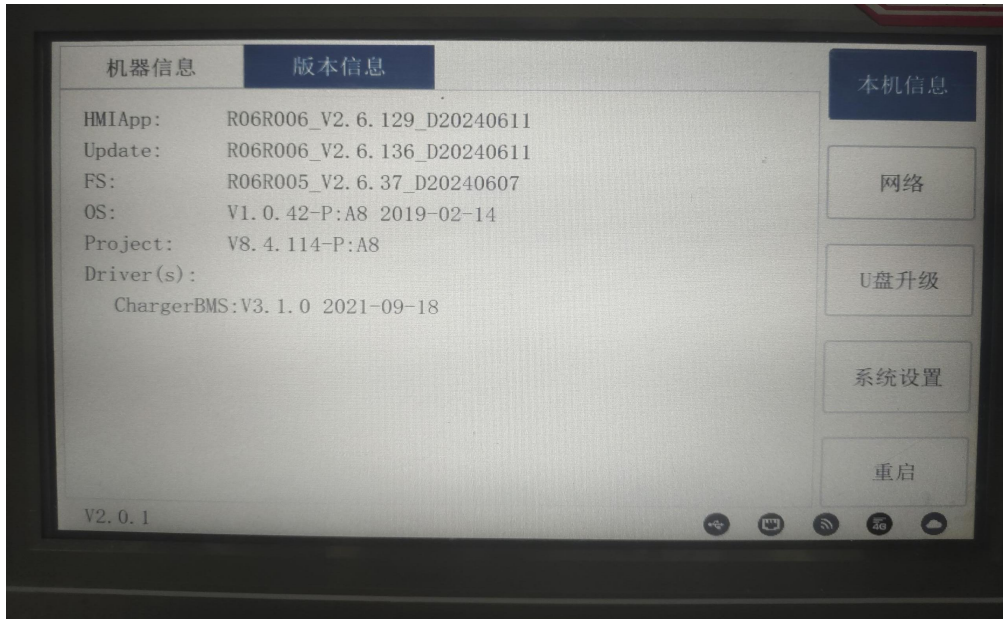

图 1
(2) HMI 的网络配置：
①长按屏幕右上角 5-10s 进入后台，如图 1 所示。